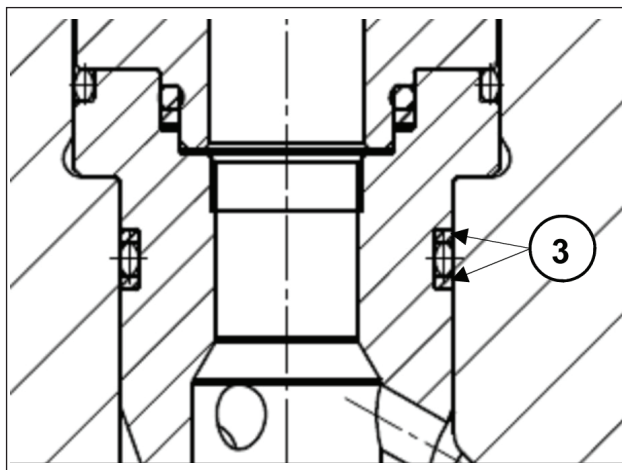

Fig. 28
2 Insérer les groupes de la soupape d'aspiration et de refoulement avec leurs douilles, en vérifiant qu'ils arrivent au fond du siège de la tête. S'assurer de ne pas endommager les bagues anti-extrusion des douilles (Fig. 28, rep. ③) ; pour une mise en place et une adaptation correcte des bagues dans leurs sièges respectifs, procéder de la façon suivante :